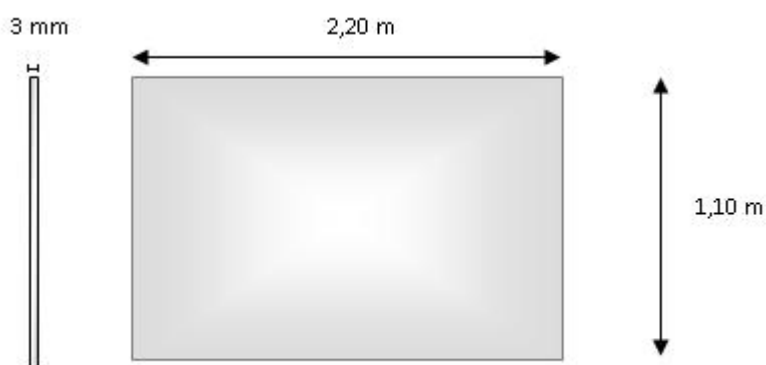

FIGURA 1 PLACA DE POLICARBONATO
- Esquemas indicados en la figura 1.